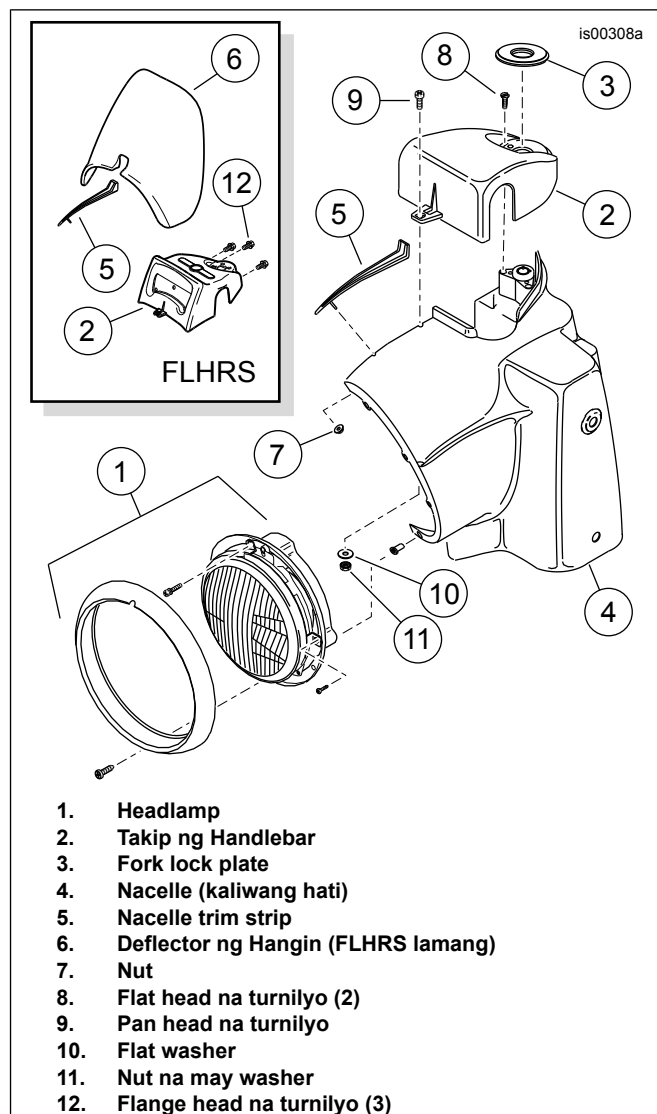

Figure 3. Takip ng Nacelle, Headlamp at Handlebar (FLHR ang pinapakita)
14. **Para sa mga Road King na Modelo Lamang:** Tingnan ang Figure 3 . Abutin sa loob ng nacelle ng headlamp (4), tanggalin ang flange nut (7) upang matanggal ang trim strip (5) sa itaas ng nacelle.